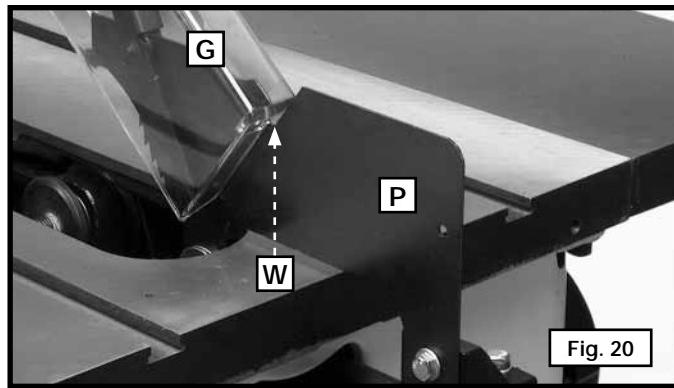
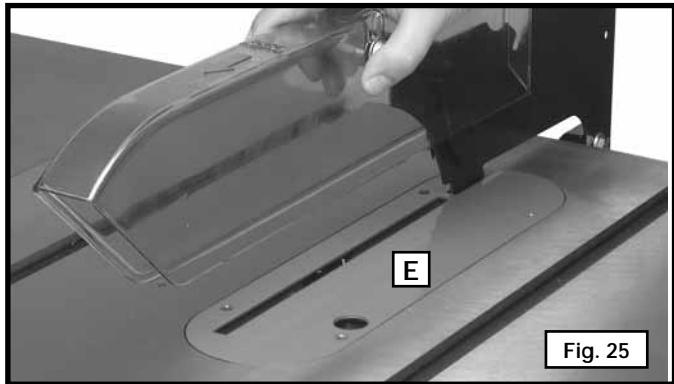

Fig. 20
Fig. 25
11. **IMPORTANT** : le couteau-séparateur (P) fig. 20, comporte une encoche (W) sur le bord supérieur. Relever l'avant du protège-lame (G) fig. 25, jusqu'à ce que le bord arrière du protège-lame se glisse dans l'encoche (W) du couteau séparateur. L'encoche maintient le protège-lame en position élevée.
14. Tenir le protège-lame et abaisser la lame de la scie. Insérer la pièce d'insertion de la table (E) fig. 25 dans l'ouverture de la table de la scie.